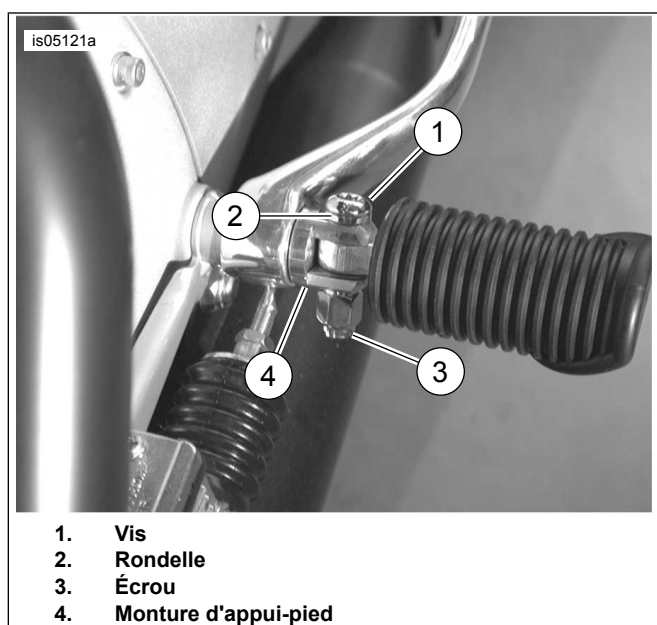

Figure 2. Installation de vis de repose-pieds
2. Figure 2 Installer le repose-pied avec une **nouvelle** rondelle (2) et une nouvelle vis (1).
3. Installer un **nouvel** écrou (3). Serrer.